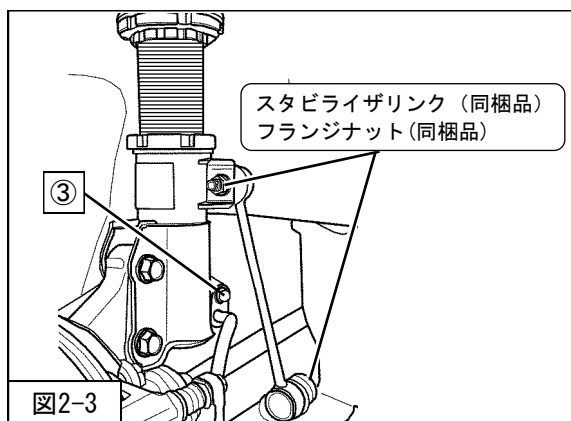
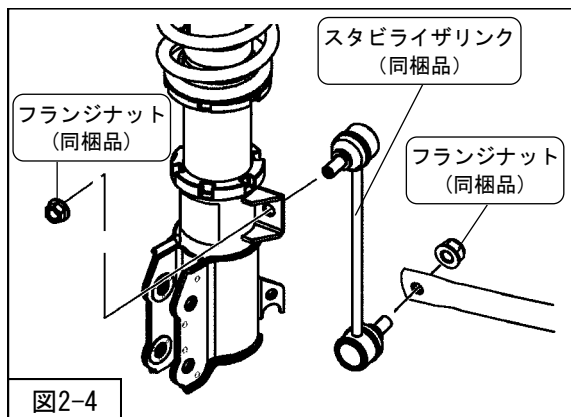

図2-3
図2-4
- 5. ③ブレーキホース取付ボルト（締付トルク：22N・m）を取付けてください。（図2-3）
- 6. スタビライザリンク（同梱品）フランジナット（同梱品）（締付トルク：39N・m）を取付けてください。（図2-3・図2-4）